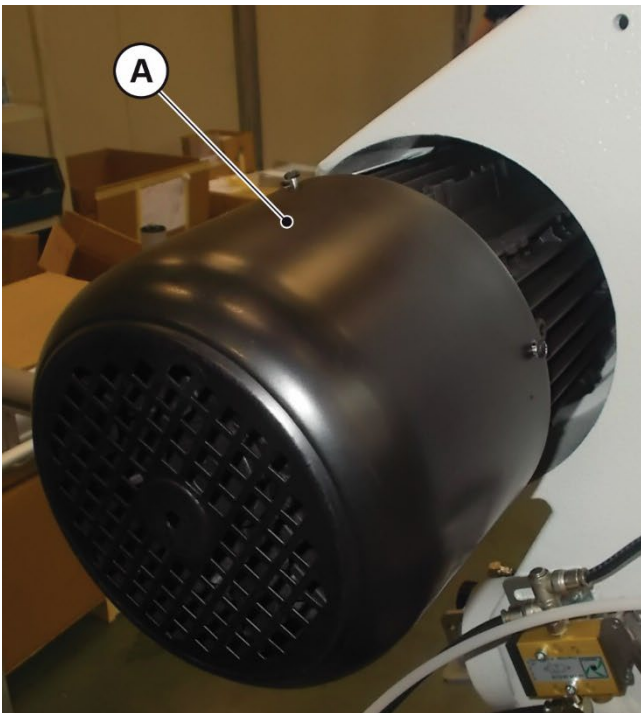

Fig. 09-04
- 1 Smontare la calotta del motore “**A**” (**Fig. 09-04**) agendo sulle relative viti di fissaggio.
- Frequenza annuale oppure ogni 40.000 cicli circa di accensione/spegnimento lama: verificare lo spessore del disco in ferro “**D**” (**Fig. 09-04**): se il consumo del materiale di attrito è superiore a 1,5 mm rispetto allo spessore originale che è di circa 3 mm, occorre sostituire il freno motore. In questo caso sarà necessario sostituire l'intero motore auto-frenante.